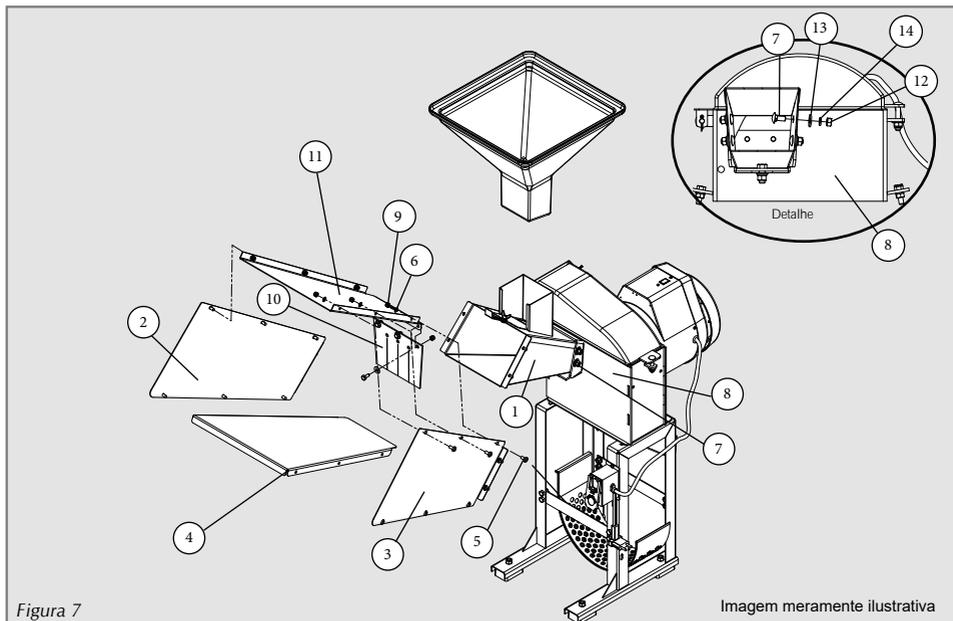

Figura 7
Para utilizar o triturador, de acordo com a Norma Brasileira de segurança NR-12 é obrigatório a montagem do alongamento do funil. Esse item é fornecido desmontado, a montagem é fácil conforme está ilustrado na figura 7, basta seguir as seguintes instruções:
- ✓ Monte a lateral esquerda (2) no funil do verde (1) utilizando os parafusos (5), arruelas (6) e porcas (9).
- ✓ Após monte a lateral direita (3) no funil do verde (1) seguindo o mesmo procedimento.
- ✓ Com as laterais (2 e 3) fixadas no funil do verde (1) monte a base (4) alinhando os furos para fixar os parafusos (5), arruelas (6) e com a porca (9) pelo lado de fora.
- ✓ Fixe a cortina (10) na tampa (11) e em seguida monte a tampa (11) no funil do verde (1) alinhando os furos com as laterais (2 e 3) para fixar os parafusos, arruelas, nessa peça com a porca pelo lado de dentro.
- ✓ Alguns modelos o funil do verde são fornecidos desmontados, para montar (ver detalhe na figura 7) encaixe o funil (1) na abertura do corpo (8) e monte o parafuso (7) com a porca (12), arruela lisa (13) e de pressão (14). O parafuso deve ser montado de dentro para fora conforme detalhe da figura 7.